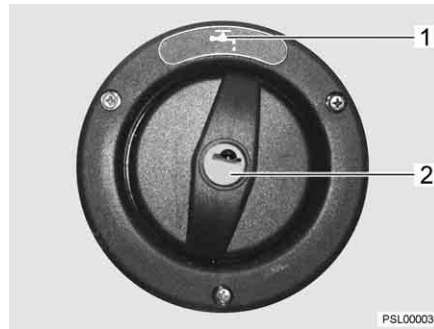

Bild 201 Lock för påfyllningsöppningen för dricksvatten
Påfyllningsöppningen för dricksvatten är märkt med symbolen "☕" (Bild 201,1). Locket låses och låses upp med nyckeln till de utvändiga låsen (utvändiga luckorna).
- Stick in nyckeln i låscylindern (Bild 201,2) och vrid ett kvarts varv moturs.